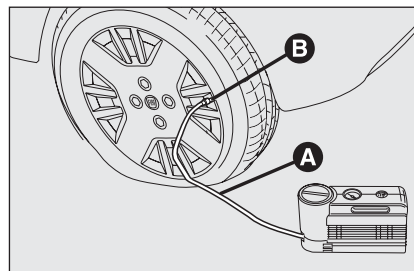

fig. 15
- ☐ **Accionar el freno de mano.** Aflojar el capuchón de la válvula del neumático, sacar el tubo flexible de llenado **A-fig. 15** y enroscar la tuerca **B** en la válvula del neumático;